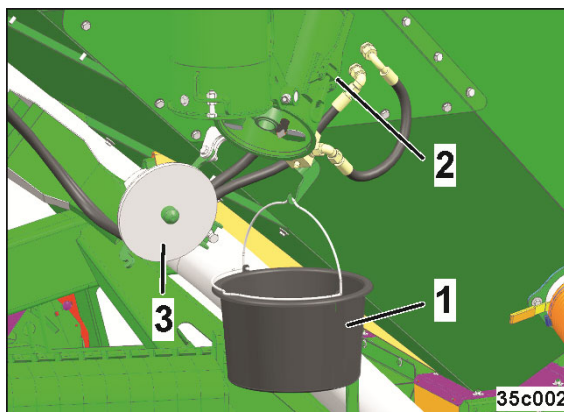

Рис. 247
1. Навесьте сборную емкость (Рис. 247/1).
2. Разблокируйте крышку (Рис. 247/2).
3. Откройте крышку (Рис. 247/3).
10. Закройте крышку (Рис. 247/3).
11. Заблокируйте крышку (Рис. 247/2).